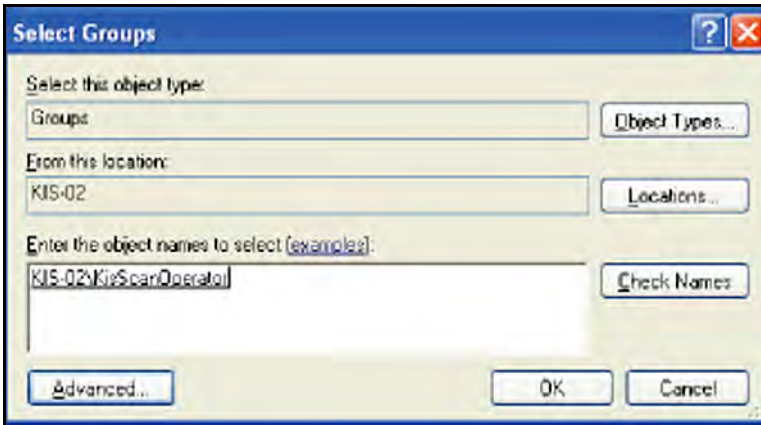

Figura 122: Ventana Seleccionar grupos con un grupo resaltado
11. Con el grupo apropiado resaltado en la ventana *Seleccionar grupos* (ver *Figura 122* a continuación), haga clic en OK. El usuario es ahora parte del grupo seleccionado.